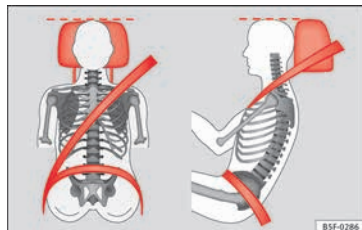

Abb. 73 Richtig eingestellte Kopfstütze von vorne und seitlich betrachtet.
– Stellen Sie die Kopfstützen so ein, dass sich die Oberkante der Kopfstütze möglichst auf einer Linie mit dem oberen Teil des Kopfes, jedoch nicht niedriger als Augenhöhe befindet »» **Abb. 73.**